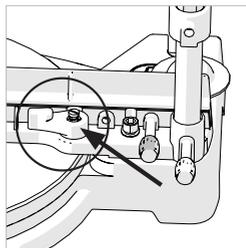

Fig. 19
- Desserrez la vis de verrouillage de l'onglet (**Fig. 19**) en tournant dans le sens antihoraire.